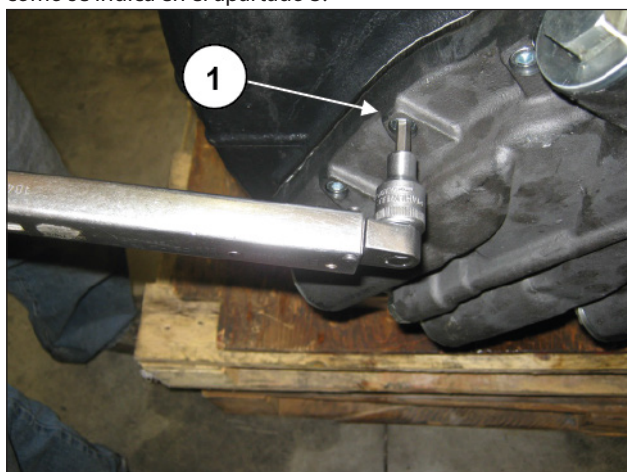

Fig. 128
Introducir la junta tórica en el alojamiento del adaptador intercambiador aire-aceite (pos. ①, Fig. 128) y comprobar que esté colocada en la posición correcta.